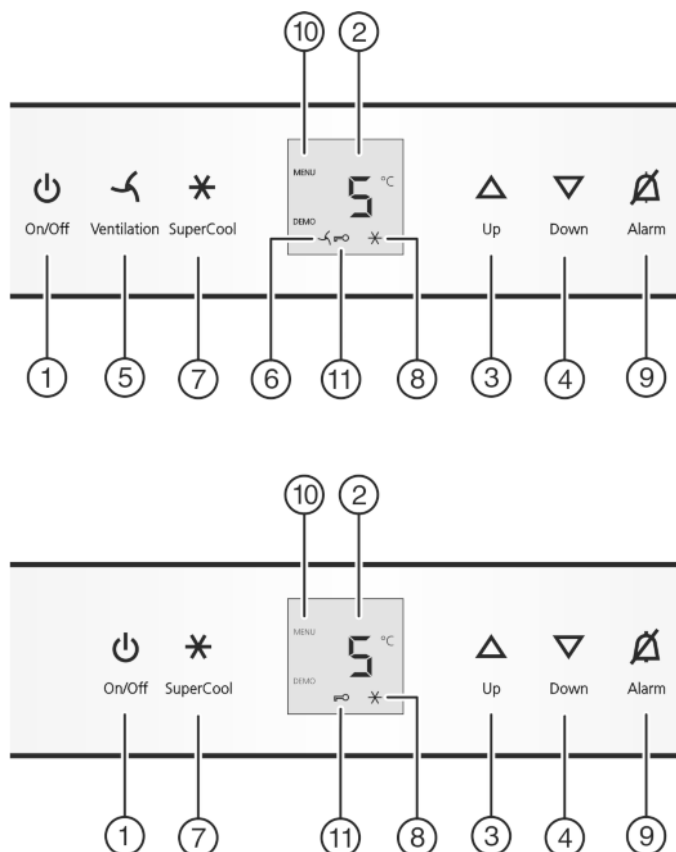

Fig. 2
- ▶ nacisnąć przycisk On/Off Fig. 2 (1).
- ▶ Aktywacja trybu regulacji: Nacisnąć i przytrzymać przycisk SuperCool Fig. 2 (7) przez ok. 5 s.
- ▶ W celu włączenia zabezpieczenia przed dziećmi krótko nacisnąć przycisk SuperCool Fig. 2 (7). Jeżeli wskaźnik wskazuje **e!**.
- ▶ W celu wyłączenia zabezpieczenia przed dziećmi krótko nacisnąć przycisk SuperCool Fig. 2 (7).
- ▷ Świeci symbol zabezpieczenia przed dziećmi Fig. 2 (11). Na wskaźniku miga **c**.
- ▷ Symbol zabezpieczenia przed dziećmi Fig. 2 (11) gaśnie. Na wskaźniku miga **c**.
- ▶ Dezaktywacja trybu regulacji: nacisnąć przycisk On/Off Fig. 2 (1).
- ▶ Nacisnąć przycisk Alarm Fig. 2 (9).
- ▶ Ustawianie wyższej temperatury: nacisnąć przycisk ustawiania Up Fig. 2 (3).
- ▶ Ustawianie niższej temperatury: nacisnąć przycisk ustawiania Down Fig. 2 (4).
- ▶ krótko nacisnąć przycisk SuperCool Fig. 2 (7).
- ▷ Na wskaźniku świeci symbol SuperCool Fig. 2 (8).
- ▷ Na wskaźniku gaśnie symbol SuperCool Fig. 2 (8).